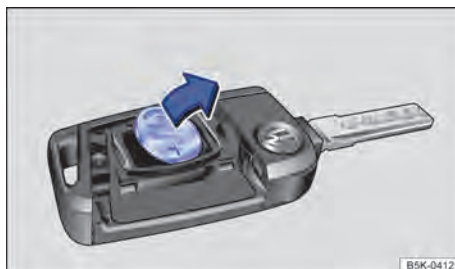

Fig. 25 Chave do veículo: remover a bateria.
- Remover a bateria do alojamento da bateria com uma ferramenta adequada ⇒ Fig. 25. ▶
- Posicionar a nova bateria conforme indicado ⇒ Fig. 25 e pressionar no sentido contrário ao da seta para dentro de alojamento da bateria ⇒ ⓘ.